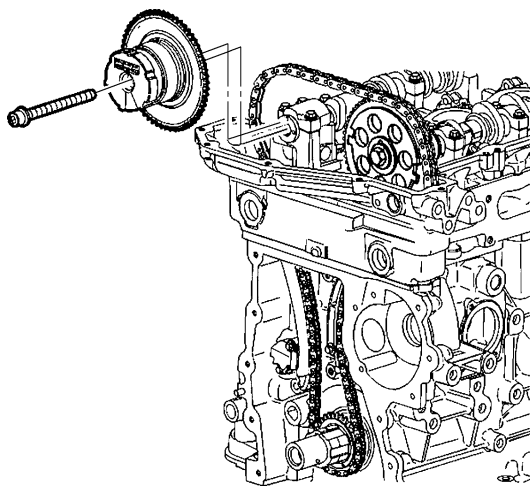

图 17-17 拆下排气凸轮轴位置执行器螺栓
10) 如图 17-17 所示, 拆下排气凸轮轴位置执行器螺栓并将拆下的螺栓废弃。